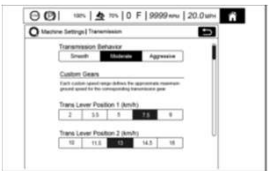

Fig. 8
8. Auf der Leiste "Getriebeverhalten" (Abb. 8) ist es möglich, den Bremsweg ohne Bremsen einzustellen, indem man die Eigenschaften des hydrostatischen Teils des Getriebes in folgenden Modi nutzt: